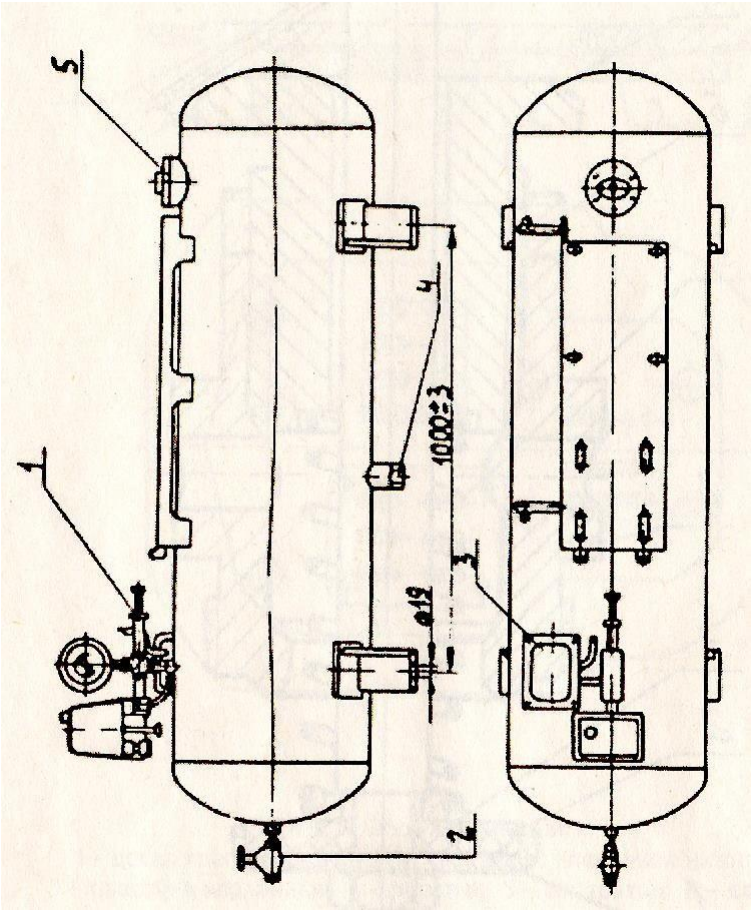

Рис. 10. Ресивер, модель С415М
**Рис. 10а. Ресивер, модель С416М**